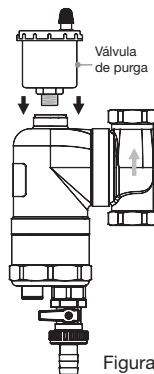

Figura 3
- Para la expulsión de gases retirar el tapón roscado y colocar una válvula de purga automática*.(Figura 3)